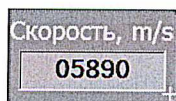

Рисунок 8.3 Кнопка с предустановленными числовыми значениями параметра
7.1.4 Также существуют параметры (рисунок 8.3), где необходимо менять его числовое значение ручкой энкодера аналогично п. 8.1.2 (например, скорость или частота синхронизации), но у этих параметров также существует набор предустановленных наиболее часто используемых значений. Для перехода по этим значениям, используются кнопки F1-F5. Параметры такого типа дополнительно индицируются символом «+» в правом нижнем углу